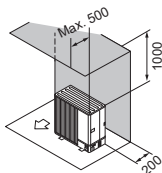

Fig. 2-10
- (2) Obstrucții sau suprafețe închise numai în spate și deasupra (Fig. 2-10)